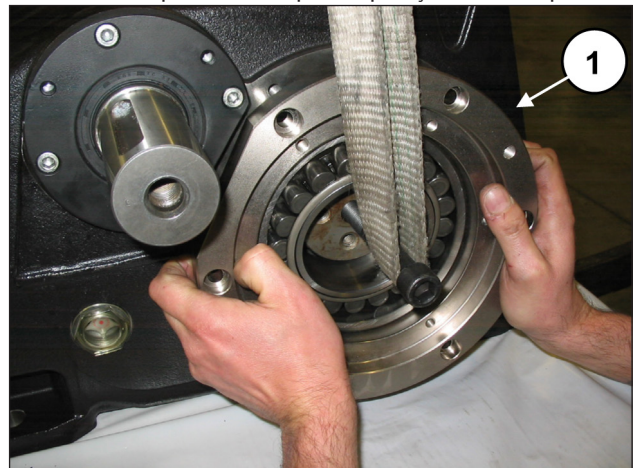
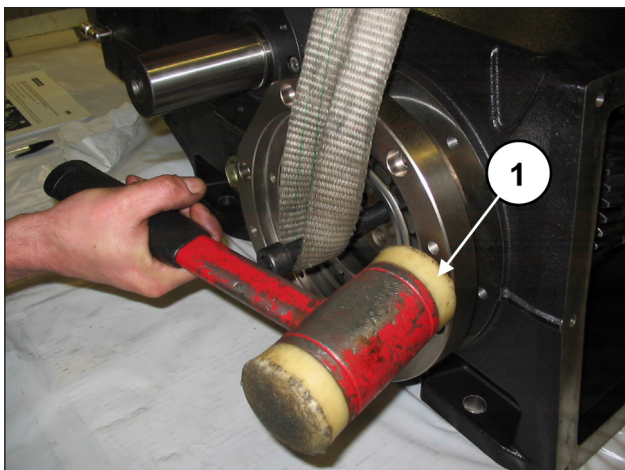

Fig. 73
Fig. 74
Aplique os dois pinos rosqueados M16 na extremidade do eixo de manivela e, mantendo-os elevados (pos. ①, Fig. 73), insira a cobertura do porta-rolamento completo do rolamento e do anel circular (pos. ①, Fig. 74), mediante o uso de um mecanismo de percussão. Repita a operação do lado oposto